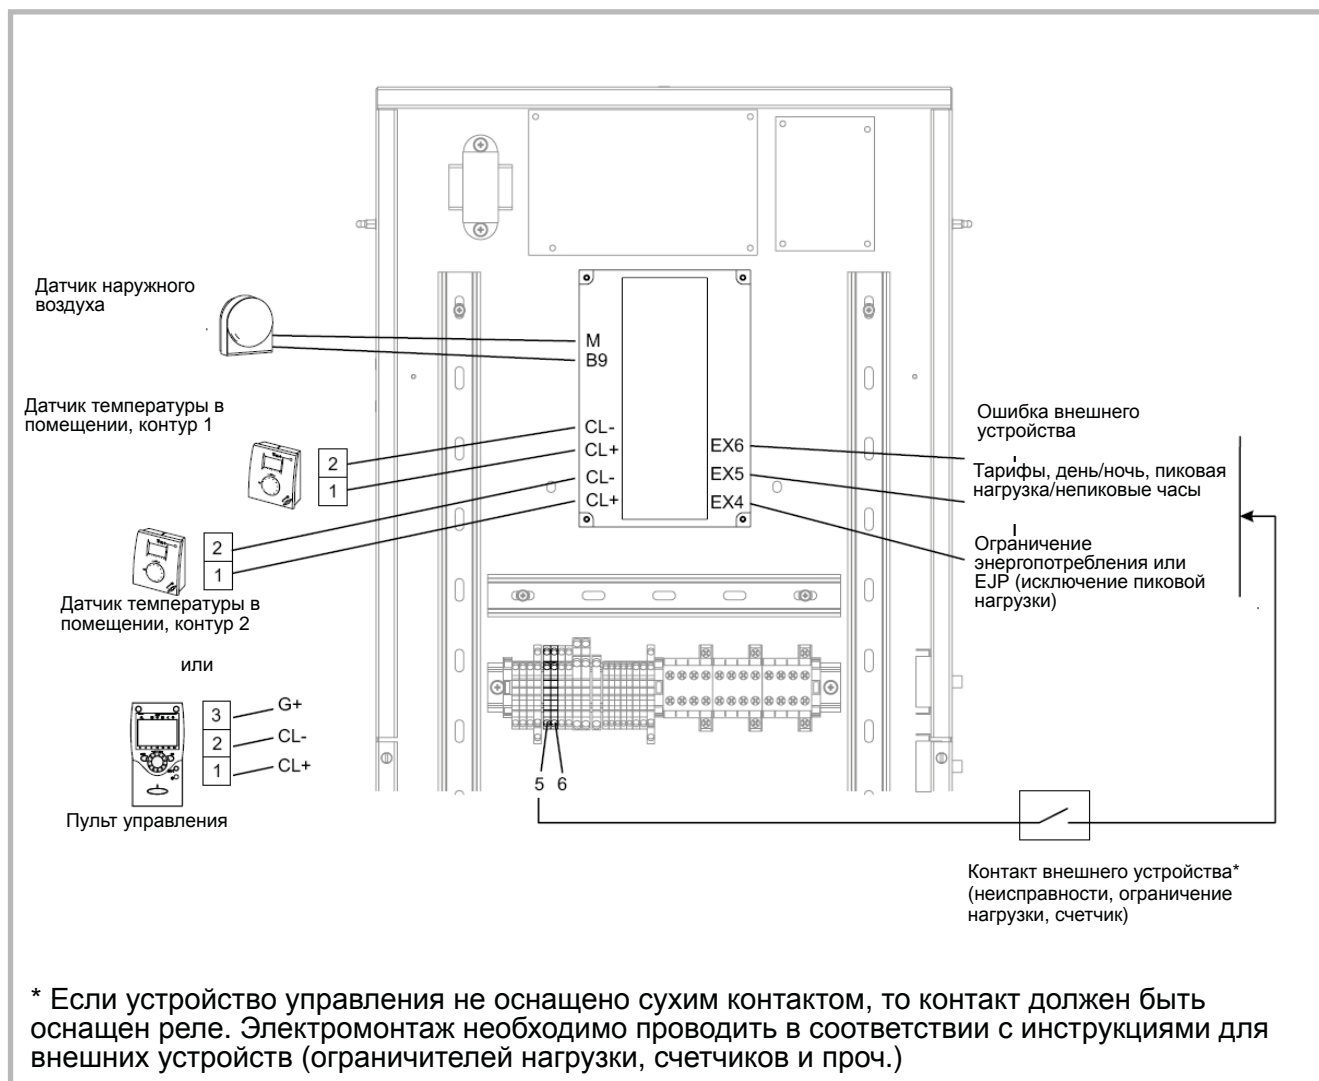

Рис. 38 - подключения к регулятору теплового насоса (аксессуары и опциональные принадлежности)
-Подключите датчик наружного воздуха к контактам М и В9 на плате контроллера теплового насоса (см. рис. 38).
насоса (рис. 38) при помощи коннектора, который входит в комплект оборудования.
- Подключите датчик к контактам CL+ или CL- на плате контроллера теплового насоса (см. рис. 38).